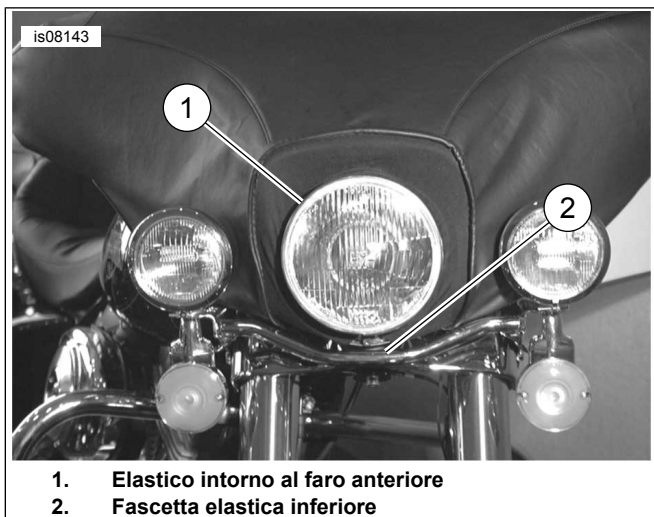

Figura 2. Orientamento corretto della protezione della carenatura (anello di rivestimento del faro anteriore non installato)
6. Vedere Figura 2. Orientare la parte elastica della protezione intorno al faro anteriore ma comunque davanti all'anello di ritegno (come illustrato).